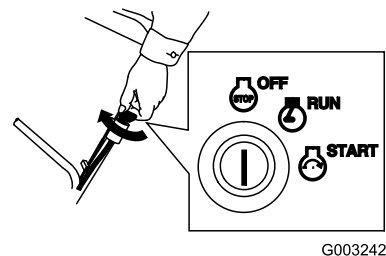

Figura 19
1. Girate la chiave in posizione Off (Figura 19).